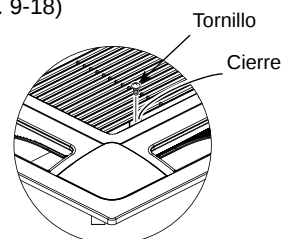

Fig. 9-18
- (1) Quite la rejilla de entrada de aire y el filtro de aire del panel del techo.
- a) Extraiga los 2 tornillos del cierre de la rejilla de entrada de aire. (Fig. 9-18)